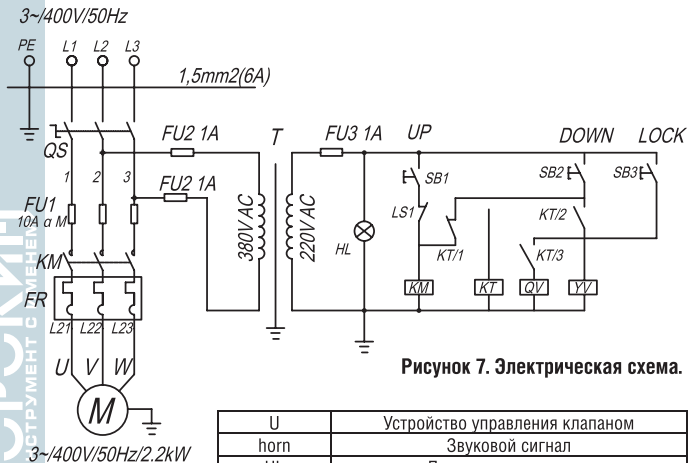

Рисунок 7. Электрическая схема.
3. Подключите питание сети (3 ф. 380 В, 50 Гц), электрическая схема на (рис.7). Все работы по подключению должны выполняться квалифицированным электриком, с уровнем допуска по электробезопасности не ниже третьего.